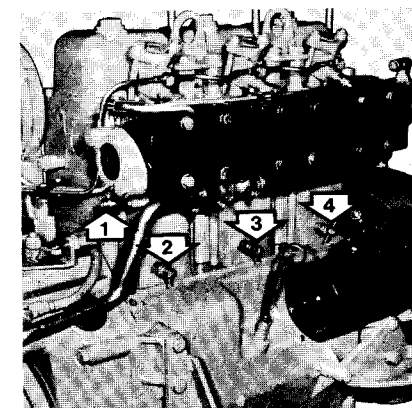

Fig. 26. Avtappningskranar för kylvatten
- a. Tappa av allt kylvatten från motor och avgasrör genom att öppna samtliga avtappningskranar (på styrbordssidan) en för varje cylinder samt en på vattenkylda avgasröret, se fig. 26. Stäng därefter samtliga avtappningsställ. Då MS-backslag med red.växel är monterat skall även red.växel dräneras från vatten genom bottenpluggen.
- f. Tappa av allt kylvatten från motorn genom att öppna samtliga avtappningskranar, se fig. 26. **Rostskyddsblandningen ger ej något frysskydd för motorn.**